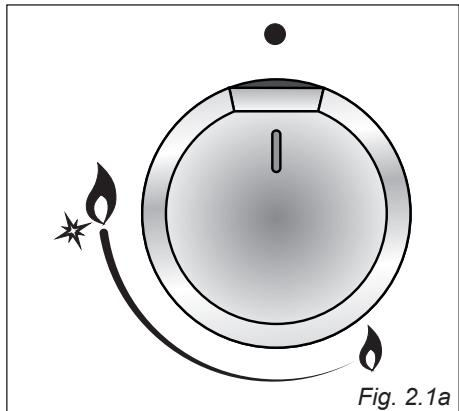
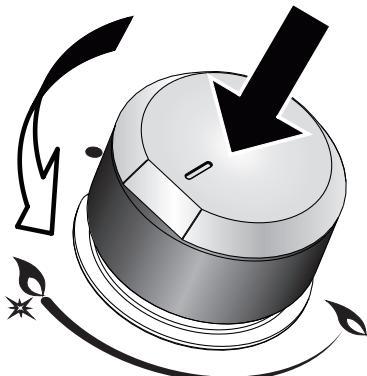

Fig. 2.1a
Fig. 2.2a
L'afflusso del gas ai bruciatori è regolato da un rubinetto valvolato comandato dalla manopola di fig. 2.1a oppure 2.1b.
- Premere e ruotare la manopola corrispondente (fig. 2.2a oppure 2.2b) fino alla posizione di portata massima “” oppure “” (fiamma grande - fig. 2.1a o 2.2b) e mantenere premuta la manopola fino ad accensione avvenuta.